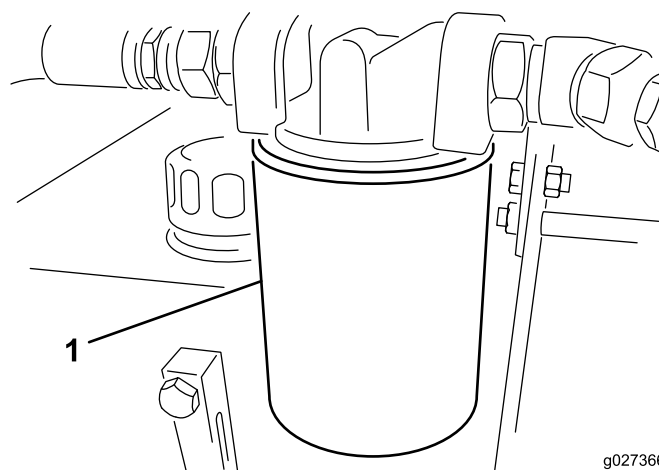

Figura 12
3. Coloque um recipiente de escoamento debaixo do filtro e retire o filtro (Figura 12).